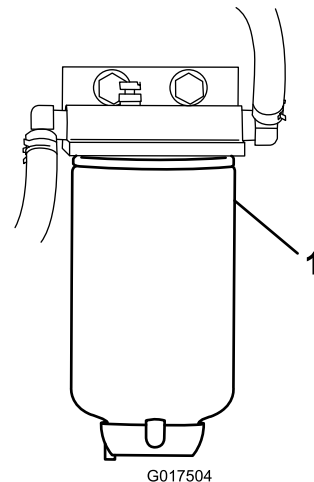

Figure 33
4. Dévissez le filtre à carburant du support (Figure 33).